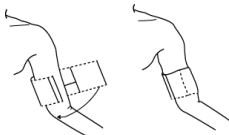

Figura 4.2.1 Aplicarea manșetei
2. Aplicați manșeta pe brațul pacientului urmând instrucțiunile de mai jos (Figura 4.2.1).